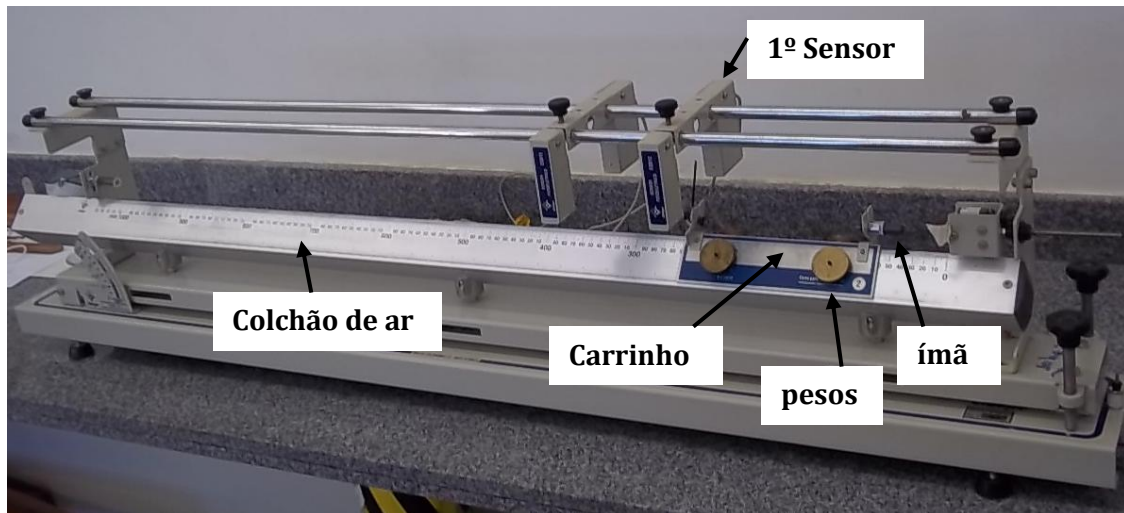

Figura 1 – Montagem experimental do colchão de ar
1. Para os procedimentos experimentais de 2 a 15, observe a Figura 1.